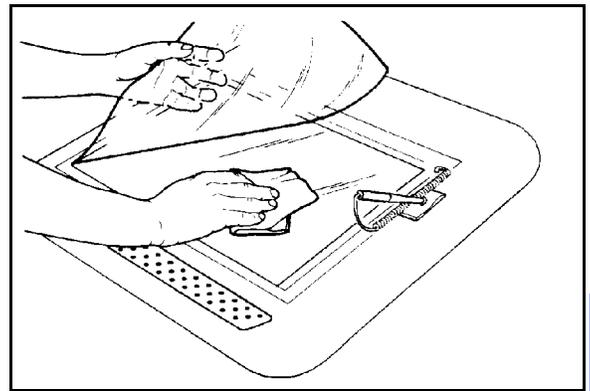

Figura 5: Limpieza del editor
- 2 Levante la cubierta de plástico transparente y limpie la superficie del editor hasta que esté limpio y seco, tal y como ilustra la Figura 5.